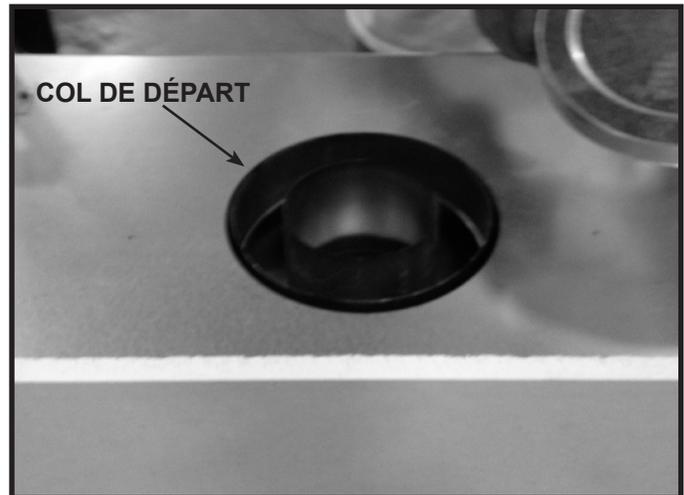

Figure 6.4 Col de départ (Foyer générique illustré)
3. Fixez la première section de ventilation à la chambre de combustion en la fixant au collier de départ avec des vis. Voir la figure 6.4.